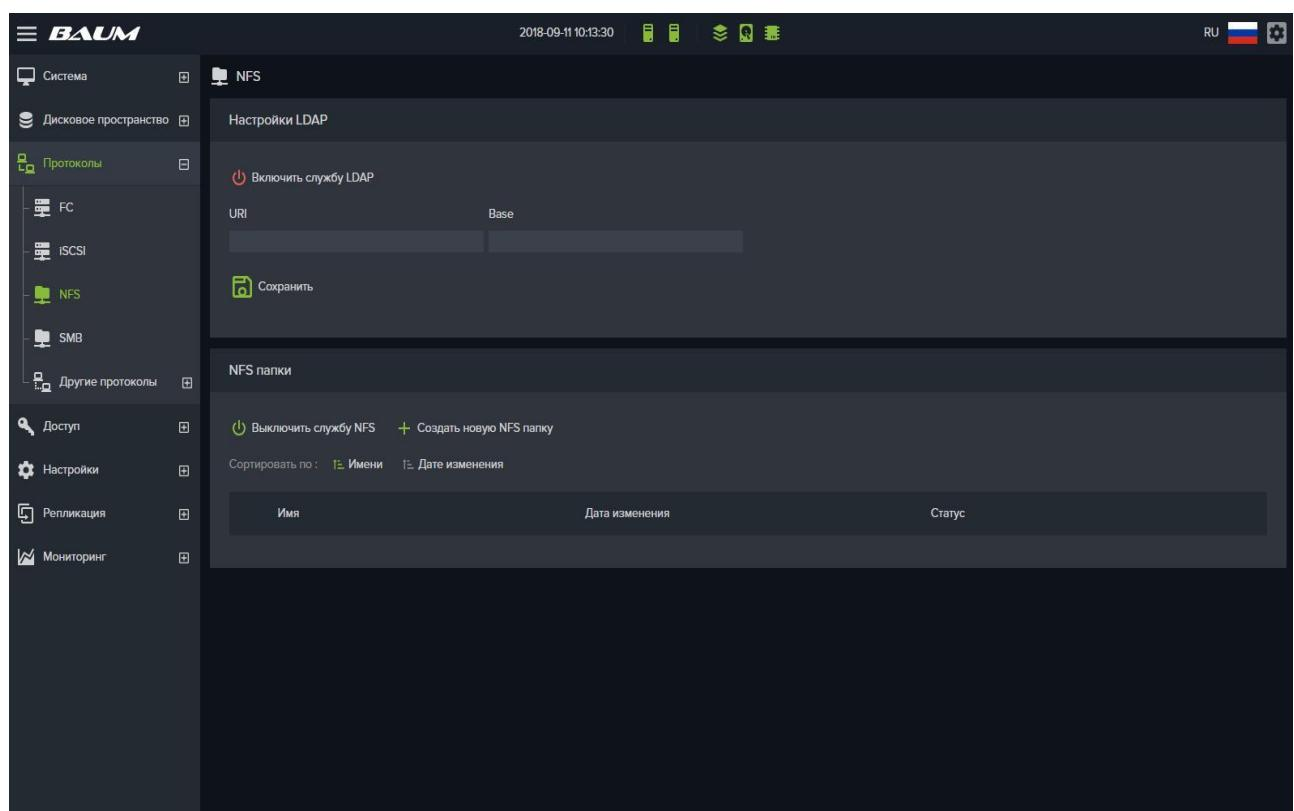

Рисунок 14 – Статус службы NFS
1. Разверните содержимое пункта меню «Протоколы» и выберите нужную службу из списка. В основной области окна появится название выбранной службы и информация о текущих настройках. (см. Рисунок 14).